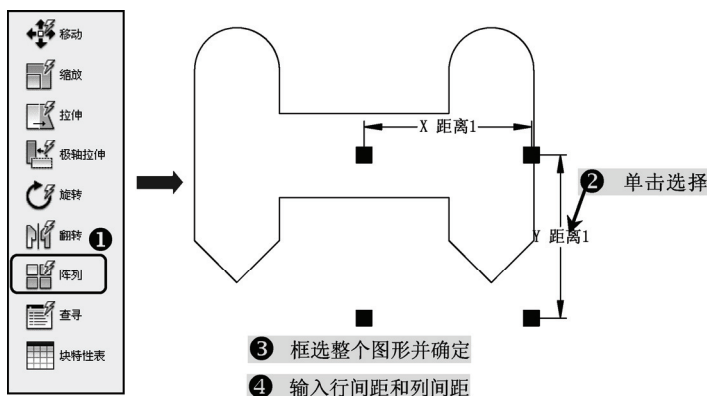

图 9-23 阵列动作操作
3) 在“动作”选项卡中单击“阵列”工具按钮，选择刚才所绘制的标签，再框选整个图形并确定，命令行提示“输入行间距或指定单位图元”，输入“100”，提示“输入列间距”，输入“100”，如图 9-23 所示。